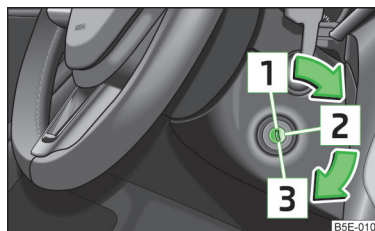

Abb. 117
- Während der Fahrt mit stehendem Motor muss der Zündschlüssel immer in der Stellung **Z** » Abb. 117 auf Seite 118 (Zündung eingeschaltet) sein. Diese Stellung wird durch das Aufleuchten von Kontrollleuchten angezeigt. Wenn das nicht der Fall ist, könnte es unerwartet zur Verriegelung der Lenkung kommen - es besteht Unfallgefahr!
**Benzinmotoren » Abb. 117**
**Dieselmotoren » Abb. 117**
Wenn die **Lenkung gesperrt ist** und der Schlüssel sich nicht oder nur schwer in die Position **2** » Abb. 117 drehen lässt, dann ist das Lenkrad etwas hin und her zu bewegen - die Lenkungsverriegelung wird dadurch entriegelt.
- Die Zündung einschalten **2** » Abb. 117 auf Seite 118.
» Abb. 117 auf Seite 118.